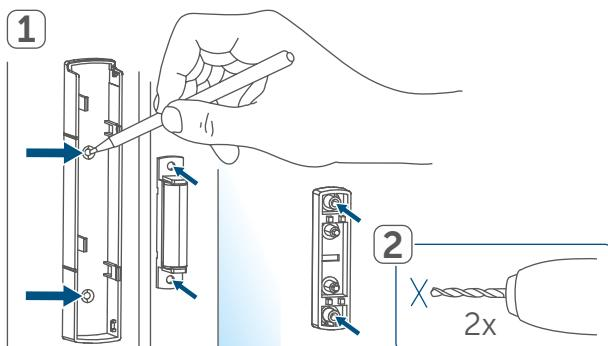

Abbildung 9
- Lösen Sie die Halterung (A) von der Elektronikeinheit (B), indem Sie diese nach unten schieben und nach hinten abnehmen (*→siehe Abbildung*).
- Legen Sie zwei neue 1,5 V LR03/Micro/AAA Batterien entsprechend der Polaritätsmarkierungen in das Batteriefach (F) ein (*s. Abbildung 9*).